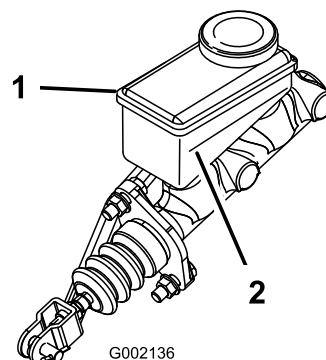

Figure 64
5. Observez le repère de niveau sur le côté du réservoir (Figure 64).
- B. Versez du liquide de frein DOT 3 dans le réservoir jusqu'à ce que le niveau dépasse le repère minimum (Figure 64).